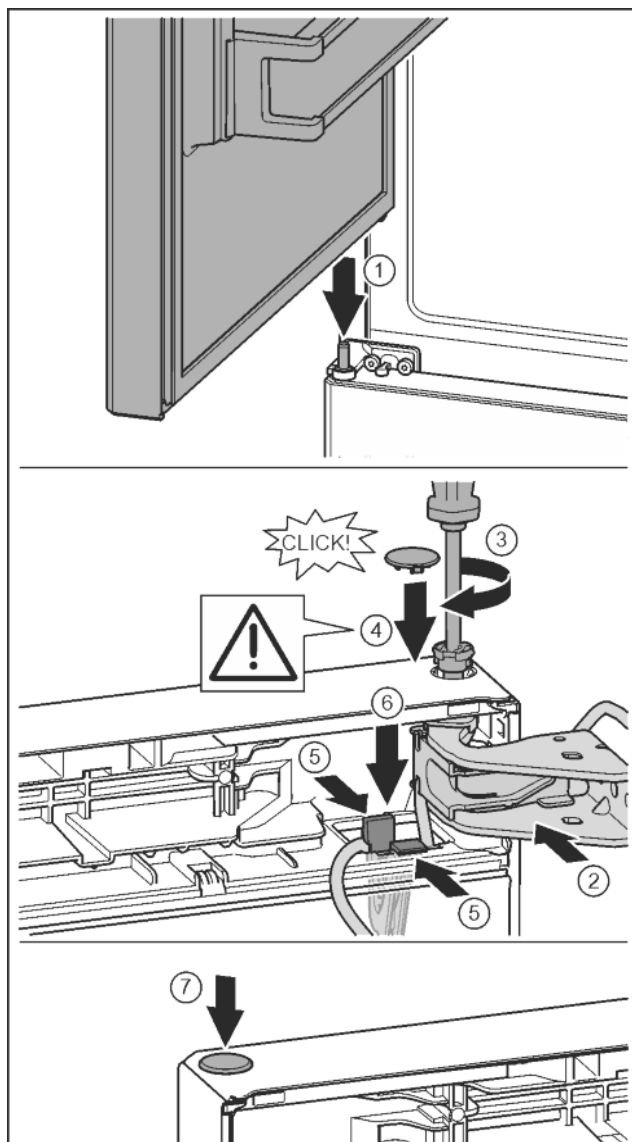

Fig. 18
- Дверь сверху выровнять по отверстию в опорном кронштейне. Fig. 18 (1)
- Вставить палец и затянуть отверткой T15. Fig. 18 (4)
- Установить предохранительную крышку для защиты двери: вставить предохранительную крышку и проверить, прилегает ли она к двери. В ином случае вставить палец полностью. Fig. 18 (5)
- Вставить заглушку. Fig. 18 (7)